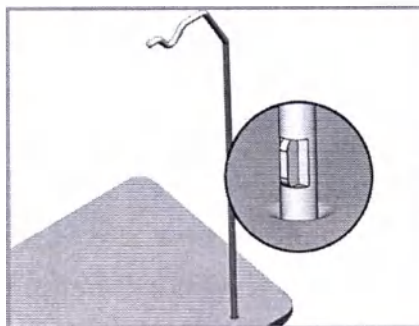

Рисунок 28. Присоединение держателя для блока управления к блоку управления.
3. Присоедините держатель для блока управления и защелкните. (Максимальная нагрузка 1,5 кг), как показано на рис. 28.